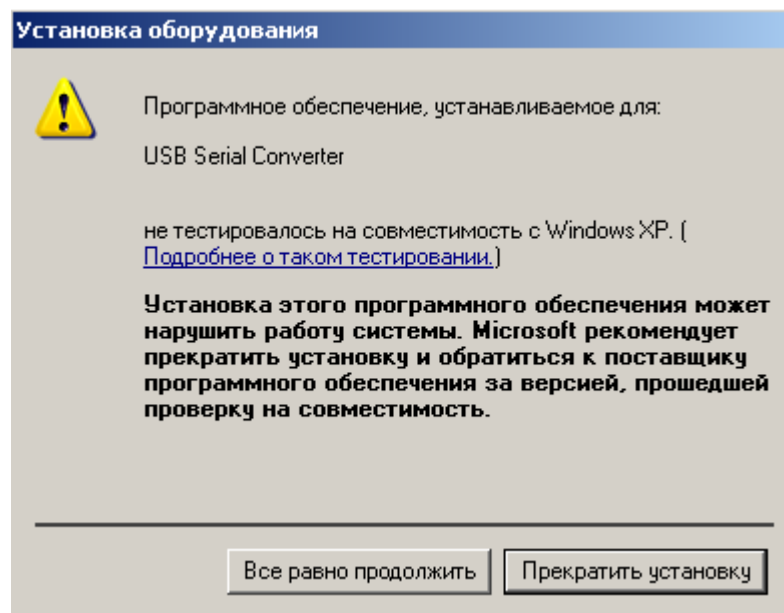

Рисунок 3.4 – Продолжение установки ПО
4. Продолжаете установку программного обеспечения (см. рисунок 3.4).